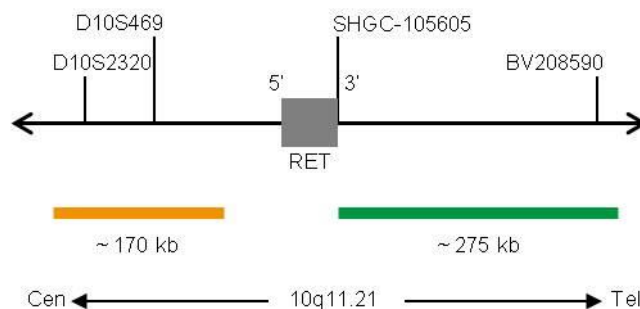

Fig. 1 : Carte de la sonde SPEC RET (pas à l'échelle)
- Polynucléotides marqués au ZyGreen (excitation 503 nm/émission 528 nm) (~10,0 ng/ μ l), qui ciblent des séquences en 10q11.21* (chr10:43,626,274-43,902,346) distale de la région des points de rupture de RET (voir figure 1).
- Polynucléotides marqués au ZyOrange (excitation 547 nm/émission 572 nm) (~4,5 ng/ μ l), qui ciblent des séquences en 10q11.21* (chr10:43,340,888-43,510,171) proximale de la région des points de rupture de RET (voir figure 1).